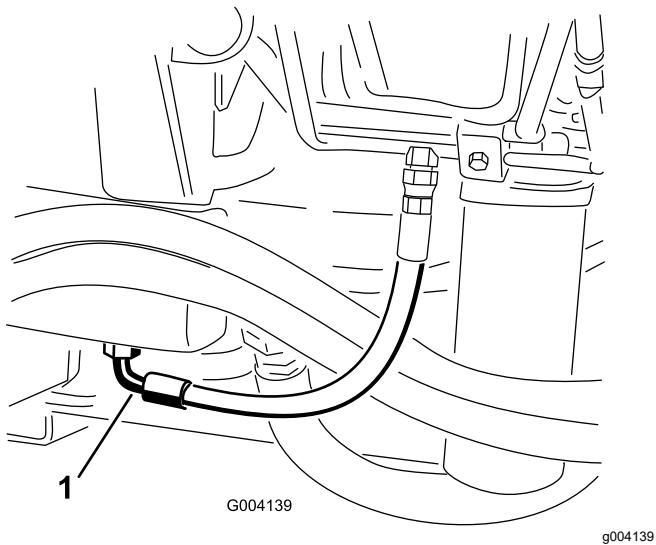

Рисунок 60
- Установите большой сливной поддон под штуцер, расположенный в нижней части бака с гидравлической жидкостью (Рисунок 60).